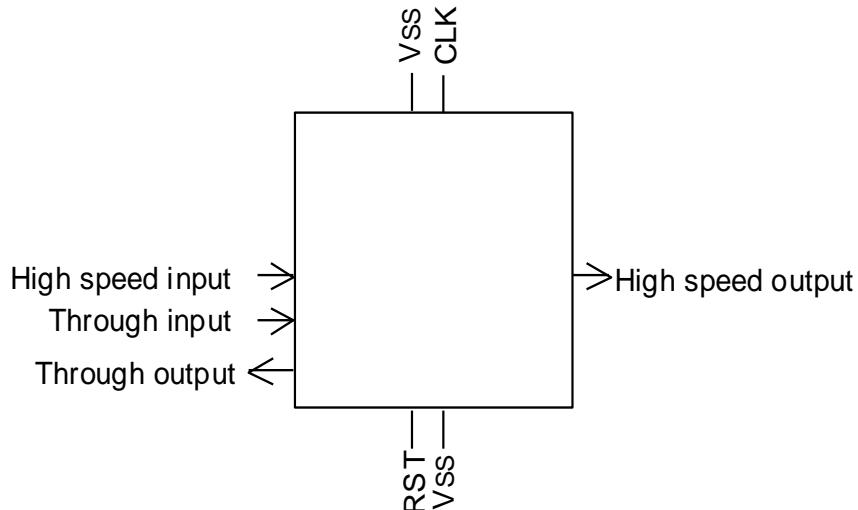

図 7-3 クリティカル信号配置例 1
- (a) クロック系、リセット系などのノイズの影響を小さくする必要のある端子は、出力端子から離し電源端子の近くに配置して下さい。 (図 7-3)
- (b) 高速で動作する入力、出力端子は IC (パッケージ) 辺中央付近に配置して下さい。 (図 7-3)
- (c) 特定の入力端子から出力端子までの遅延値がお客様の仕様に対し余裕がない場合には、これらの入出力端子を近傍に配置して下さい。 (図 7-3)